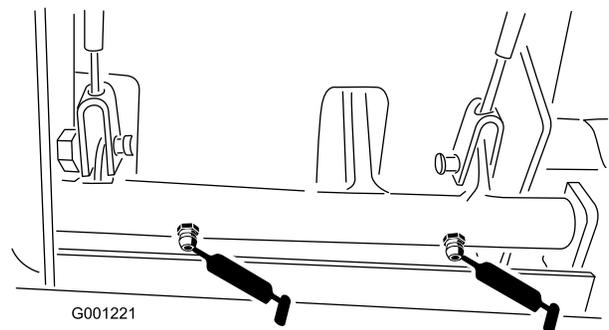

図 39
- ・ ブレーキのピボットブッシュ (図 39)
- ・ ブレーキケーブル (ホイール側とペダル側の端部) (図 39)